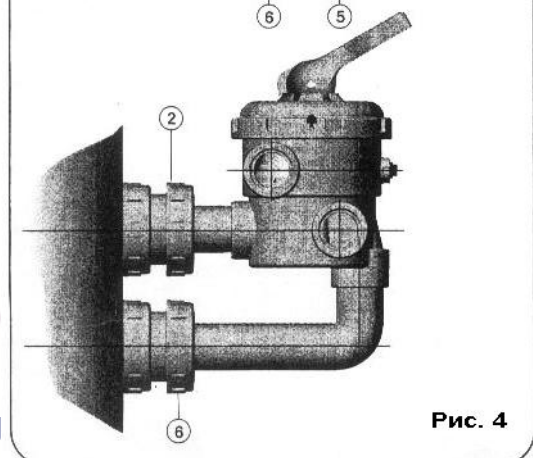

Рис. 4
2. Подсоединить селекторный вентиль к верхнему выходному отверстию фильтра, предварительно проверив, что между фильтром и вентилем установлено уплотнительное кольцо (4). Осторожно заверните гайку (2), следя за тем, чтобы нижний патрубок вентиля оставался перпендикулярным полу.
3. Установите колено (5) с гайкой (6) и прокладкой (4). На этой стадии не закрепляйте соединение клеем.
4. Осторожно наверните гайки (6) и (2), как показано на рис. 4. Отметьте место на колене, на которое будет наноситься клей. Отверните гайку (6) и снимите колено (5), очистите место склеивания растворителем и нанесите на него подходящий клей (на основе THF). Снова установите колено, как показано на рис. 4 и оставьте сохнуть не менее чем на 2 часа перед запуском фильтра.